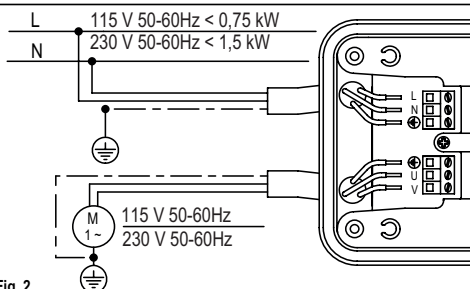

Fig. 2
## BRANCHEMENT ÉLECTRIQUE (Fig.2)
Vérifier que l'alimentation électrique correspond bien à du 115/230V  $\pm$  10% (230V pour IDROMAT 5e), retirer le couvercle 1 du circuit électronique et faire le branchement selon le schéma sur la plaque fig. 2.
- d) Branchement électrique incorrect : vérifier les branchements selon le schéma Fig. 2,3,4.